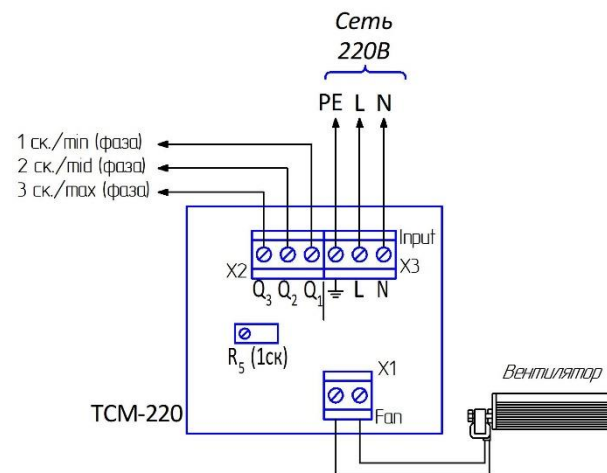

Рис. 2. Схема подключения модуля TCM-220
4. Проверить регулирование вентиляторов на всех скоростях. При необходимости откорректировать обороты минимальной скорости потенциометром  $R_5$  (см. рис.2). *Вентилятор не должен оставаться на минимальных оборотах.*